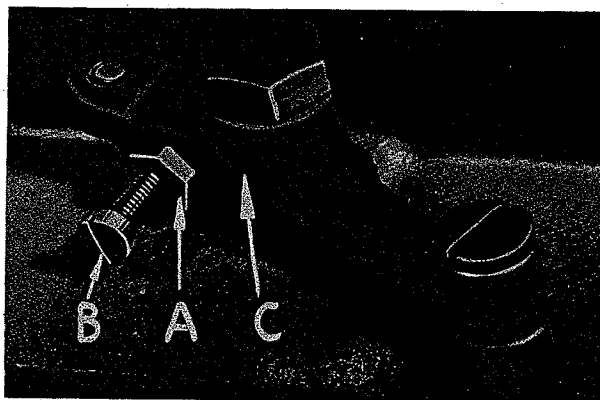
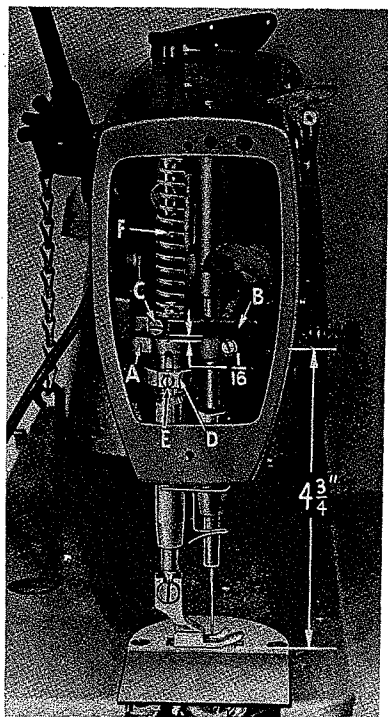

Fig. 15
Fig. 16
La conexión de la barra del prensatelas (A, Fig. 16) deberá ajustarse de manera que quede a  $1/16"$  (1,18 mm) debajo de la guía de la barra del prensatelas (B). Esto se lleva a cabo inclinando la máquina hacia atrás, contra el pasador de apoyo, aflojando la contratuerca (A, Fig. 15) y relocalizando el tornillo de parada (B) en la manivela de la campana de la palanca del alzador (C). Girando el tornillo de parada hacia la derecha o hacia la izquierda, se realiza el debido ajuste de la conexión de la barra del prensatelas. Apriétese la contratuerca (A) para fijar en su lugar el tornillo de parada.
Al localizar la guía de la barra del prensatelas (B, Fig. 16) éste deberá descansar sobre la plancha de la aguja con el diente de alimentación en su más baja posición. La guía se ajusta como es debido cuando hay  $4-3/4"$  (6,99 cm) de espacio entre el alambre del tirahilo y el tope de la plancha de la aguja (Fig. 16).
El regulador de la tensión deberá ajustarse de manera que no se suelte al sobrecoser o cuando el prensatelas está levantado para reforzar costuras. El ajuste de la leva reguladora de tensión (D, Fig. 16) y la posición de dentro y fuera del conjunto tensor son necesarios para el propio funcionamiento.
La leva (D, Fig. 16) del regulador de tensión deberá ponerse en posición ahora aflojando el tornillo de sujeción (E, Fig. 16) y levantando o bajando después la leva de acuerdo con las condiciones de la costura, el punto medio de regulación es entre 1/4 a 5/16" (6,35 a 7,94 mm) del alzador de prensatelas sobre la plancha de la aguja. Apriétese bien el tornillo de su-